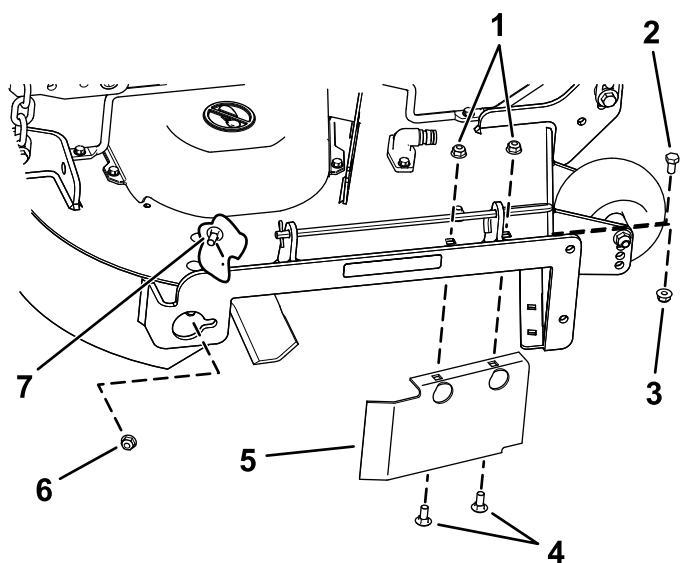

Figure 35
8. Sur la paroi arrière du plateau de coupe, retirez le boulon de carrosserie (5/16 x 3/4 po) et le contre-écrou (5/16 po) qui fixent le déflecteur au plateau (Figure 35).
9. Localisez la protection du déflecteur sur le bord avant de l'ouverture d'éjection latérale (Figure 35).
10. Retirez les fixations qui maintiennent la protection du déflecteur et le déflecteur droit sur le plateau de coupe (Figure 35).
13. Placez les fixations retirées précédemment dans les trous avant de la plaque d'éjection et le trou à l'avant du plateau de coupe (Figure 35).